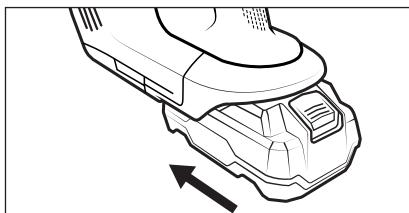

Fig. 3
- Glissez une batterie de la gamme X 20 V TEAM (voir chapitre **Informations relatives à la batterie**) dans le réceptacle de la batterie 1 jusqu'à ce qu'elle s'enclenche de manière audible avec un clic (voir fig. 3).